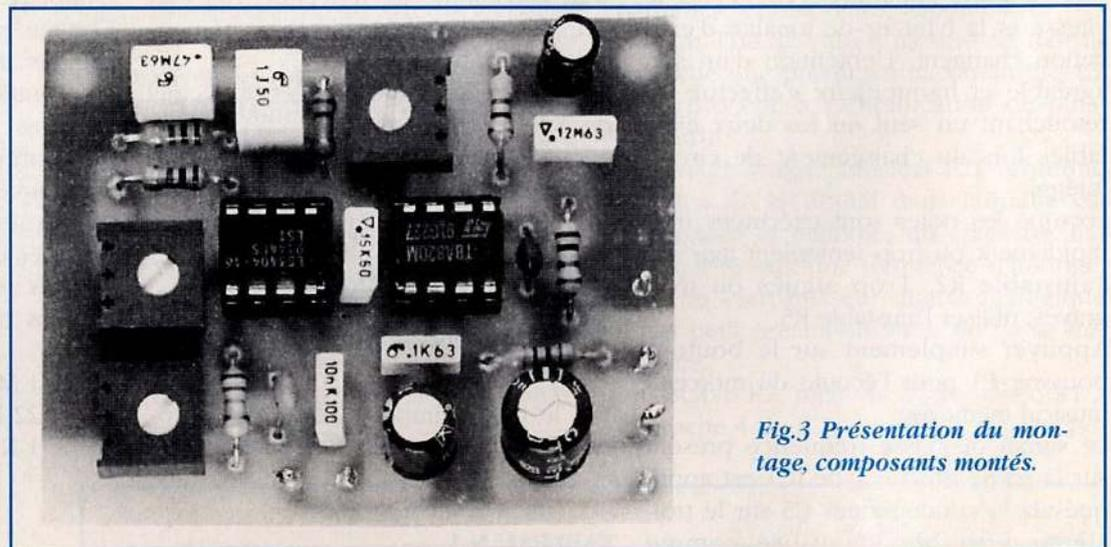

Fig.3 Présentation du montage, composants montés.
*Bohunice - Slovaquie (2)*
*Kozloduy - Bulgarie (4)*
*Medzamor - Arménie (1)*
*Ignalina - Lituanie (2)*
*Soisnovy Bor - Russie (4)*
*Kola - Russie (2)*
*Smolensk - Russie (3)*
*Kursk - Russie (4)*
*Novouoronezh - Russie (2)*
*Chelyabinsk - Russie (2)*
*Fig.3 Poussé par le vent à une altitude de 1 500 mètres, le nuage radioactif de Tchernobyl se déplace rapidement sur l'Europe. En Italie, la population a été avertie 10 jours après la fuite, et seuls les possesseurs de compteur Geiger se sont aperçus que la radioactivité était montée au-delà des valeurs normales admises.*